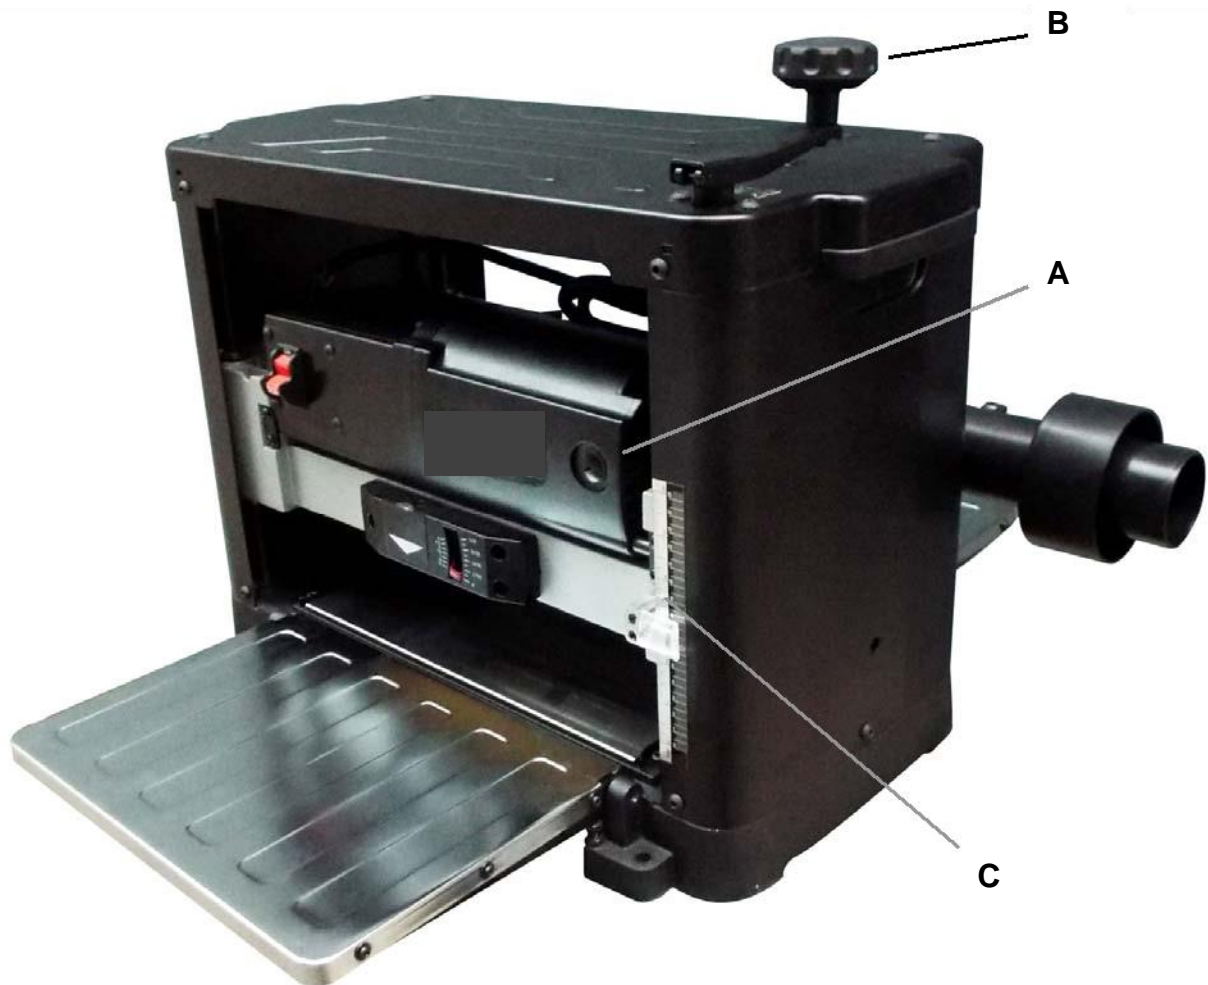

FIG 5
1. Pour lever l'ensemble tête (A), tournez la poignée de réglage (B) dans le sens horaire. VOIR FIG 5.